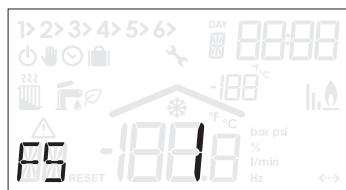

Figura 5.29
- Premere il tasto 23 per impostare il valore a **1** (Figura 5.29) e attendere che il valore lampeggi.